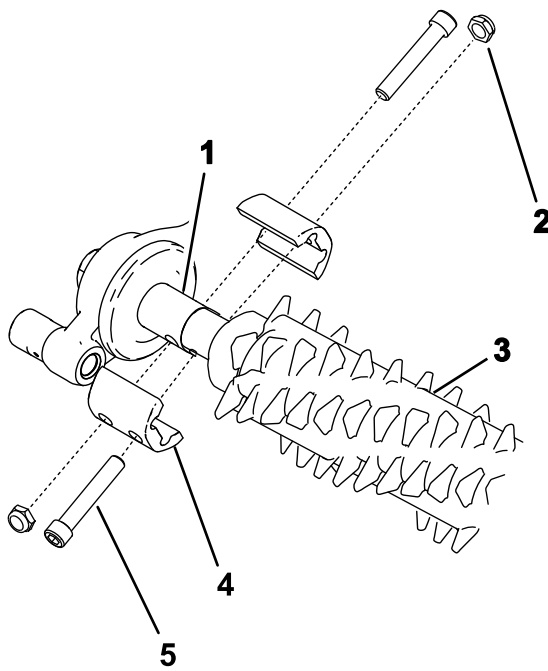

Figura 25
2. Alinee el molinete groomer con la caja de transmisión del groomer y el conjunto tensor (Figura 25).
4. Apriete los pernos que sujetan el conjunto de groomer como se muestra en la Figura 25; apriete los pernos a entre 5 y 7 N·m.